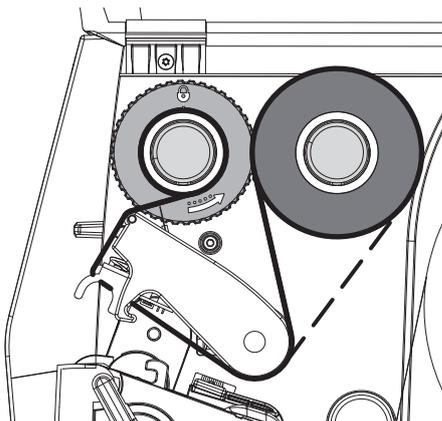

Figura 13 Scorrimento del nastro pigmentato
5. Adattare la posizione della flangia regolabile sull'avvolgitore alla larghezza della bobina (4) e spingere quest'ultima sull'avvolgitore (2).
6. Far passare il nastro pigmentato attraverso il gruppo di stampa come indicato in Figura 13.
► **Condurre il nastro pigmentato sul sensore etichette (6).**
7. Fissare l'inizio del nastro al centro sulla bobina (4) con del nastro adesivo. Prestare attenzione alla direzione di rotazione dell'avvolgitore del nastro: deve ruotare in senso antiorario.
8. Ruotare l'avvolgitore (2) in senso antiorario per livellare lo scorrimento del nastro.